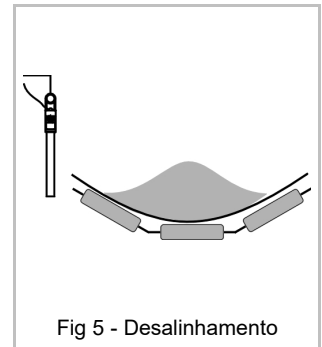

Fig 5 - Desalinhamento
- Detecção de desalinhamento de correias transportadoras (fig. 5.)